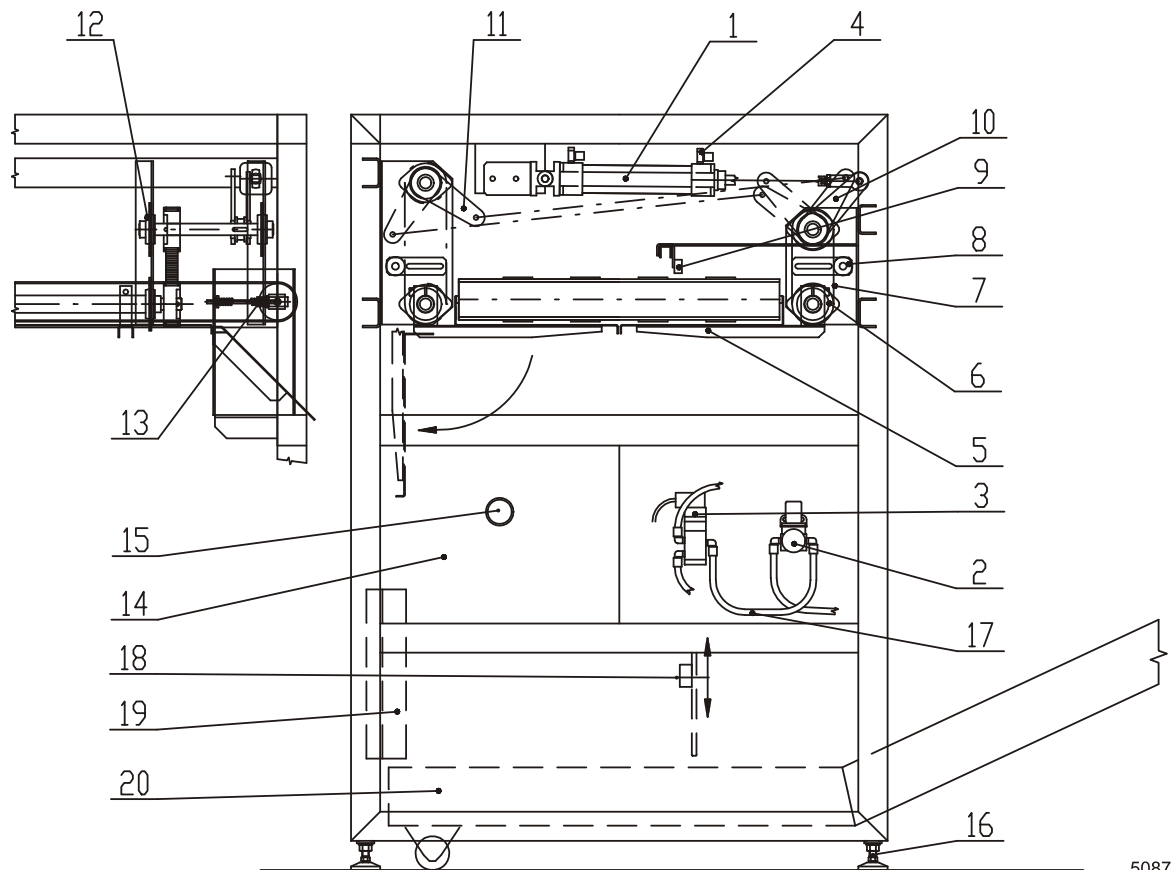

Abb. 5.4.8.A Durchfalleinrichtung, pneumatische Elemente
Die Riemenrollen sind an den Wellen mit Hilfe von Spannpatronen (Taper Lock) aufgenommen. Zahnriemen, Abb. 5.4.8.A, Pos 7 sind mit Hilfe einer Spannvorrichtung (8) gespannt.
Lageeinstellung Tische der Durchfalleinrichtung, Abb. 5.4.8.A.:
Der Druckregler, Abb. 5.4.8.A, Pos. 2, ist auf einen Druck von 3 bar eingestellt. Hubgeschwindigkeit des pneumatischen Zylinders (1) kann mittels Drosselventils (4) am Ein- und Ausgang des Zylinders eingestellt werden. Dämpfung in Endlagen wird im Herstellwerk eingestellt. Verknüpfung von pneumatischen Elementen wird mittels Steckverschraubungen und eines PU-Schlauches Durchmesser 8 mm durchgeführt. Anschluß der Druckluft für Wäschestapler wird mittels Schnellkupplung vorgenommen.
Maximale Höhe des Wäschestapels am Austrageförderer, Abb. 5.4.8.A, Pos. 20 wird durch das Verschieben des optischen Fühlers (18) auf einer Stahlführung eingestellt. Bei zu hohem Wäschestapel kann es zu seinem Rutschen am Austrageförderer kommen.